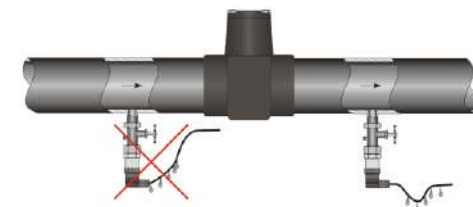

Рисунок 1. Неправильная (слева) и правильная (справа) прокладка кабеля датчика.
4.3. При прокладке питающих и сигнальных линий следует исключить возможность попадания конденсата на кабельный ввод датчика (см. рис. 1.).